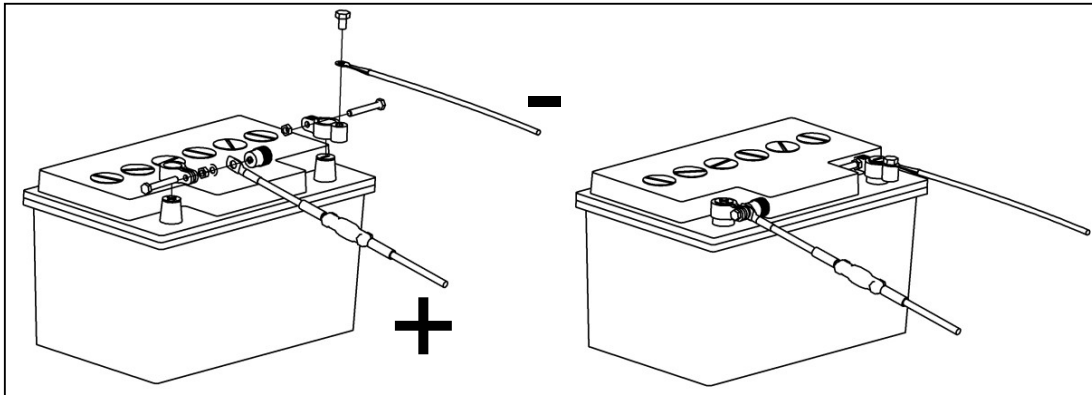

Fig. 52
- Enrute el "cable de la unidad de potencia", el cable positivo y el cable negativo (25 mm2) hasta la fuente de alimentación a los terminales provistos para la batería y conéctelos (vea el ejemplo de la Fig. 52)